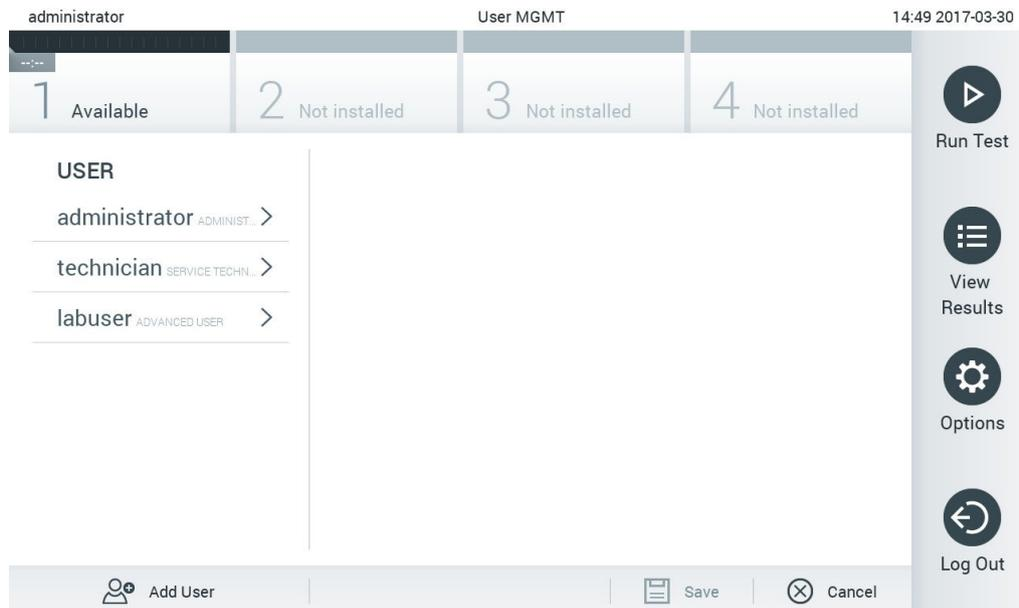

図 52. ユーザー管理画面。
1. Options (オプション) ボタン、次に User Management (ユーザー管理) ボタンを押して、ユーザーを設定します。ディスプレイのコンテンツエリアに User Management (ユーザー管理) 画面が表示されます (図 52)